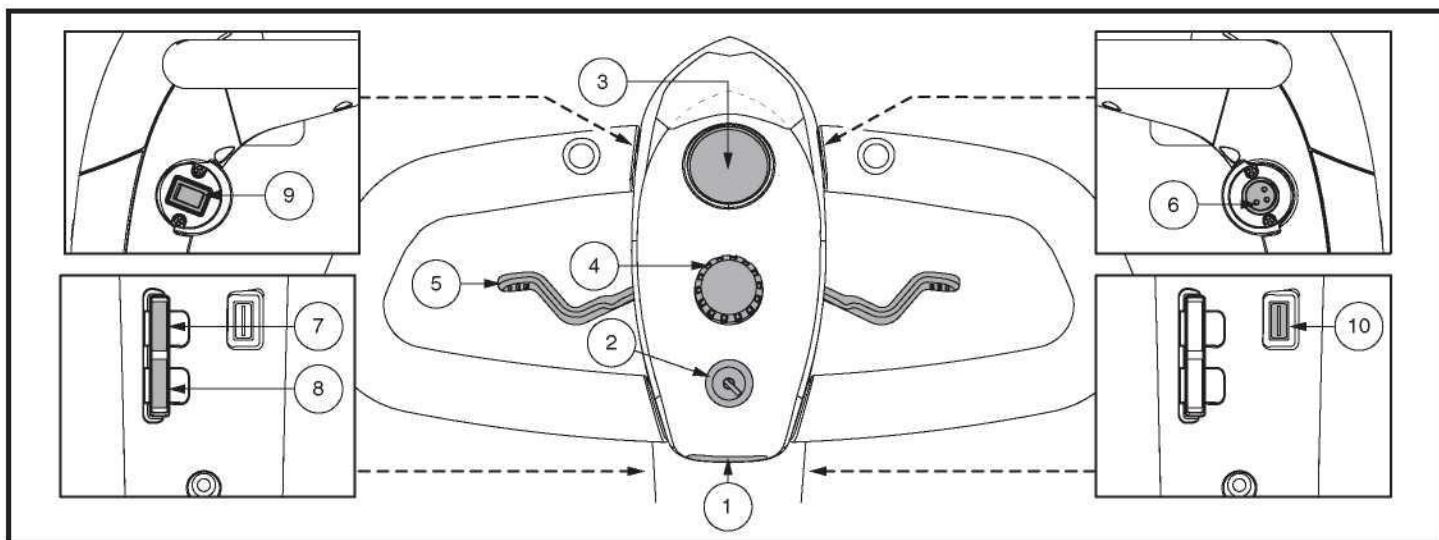

Figure 5. Tableau de bord E (Modèle Jazzy ZTS)
*Le réceptacle du cordon d'alimentation du chargeur (port de barre) fonctionne également comme en tant que port de programmation dans les consoles de trame E et F (voir les figures 5 et 6).